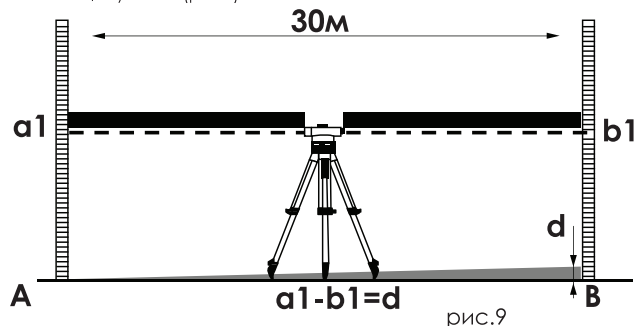

рис.9
2.1. Для проверки Вам понадобится измерительный участок длиной около 30м. Установите измерительный инструмент по центру, а нивелирные рейки A и B – на обоих концах участка (рис.9).